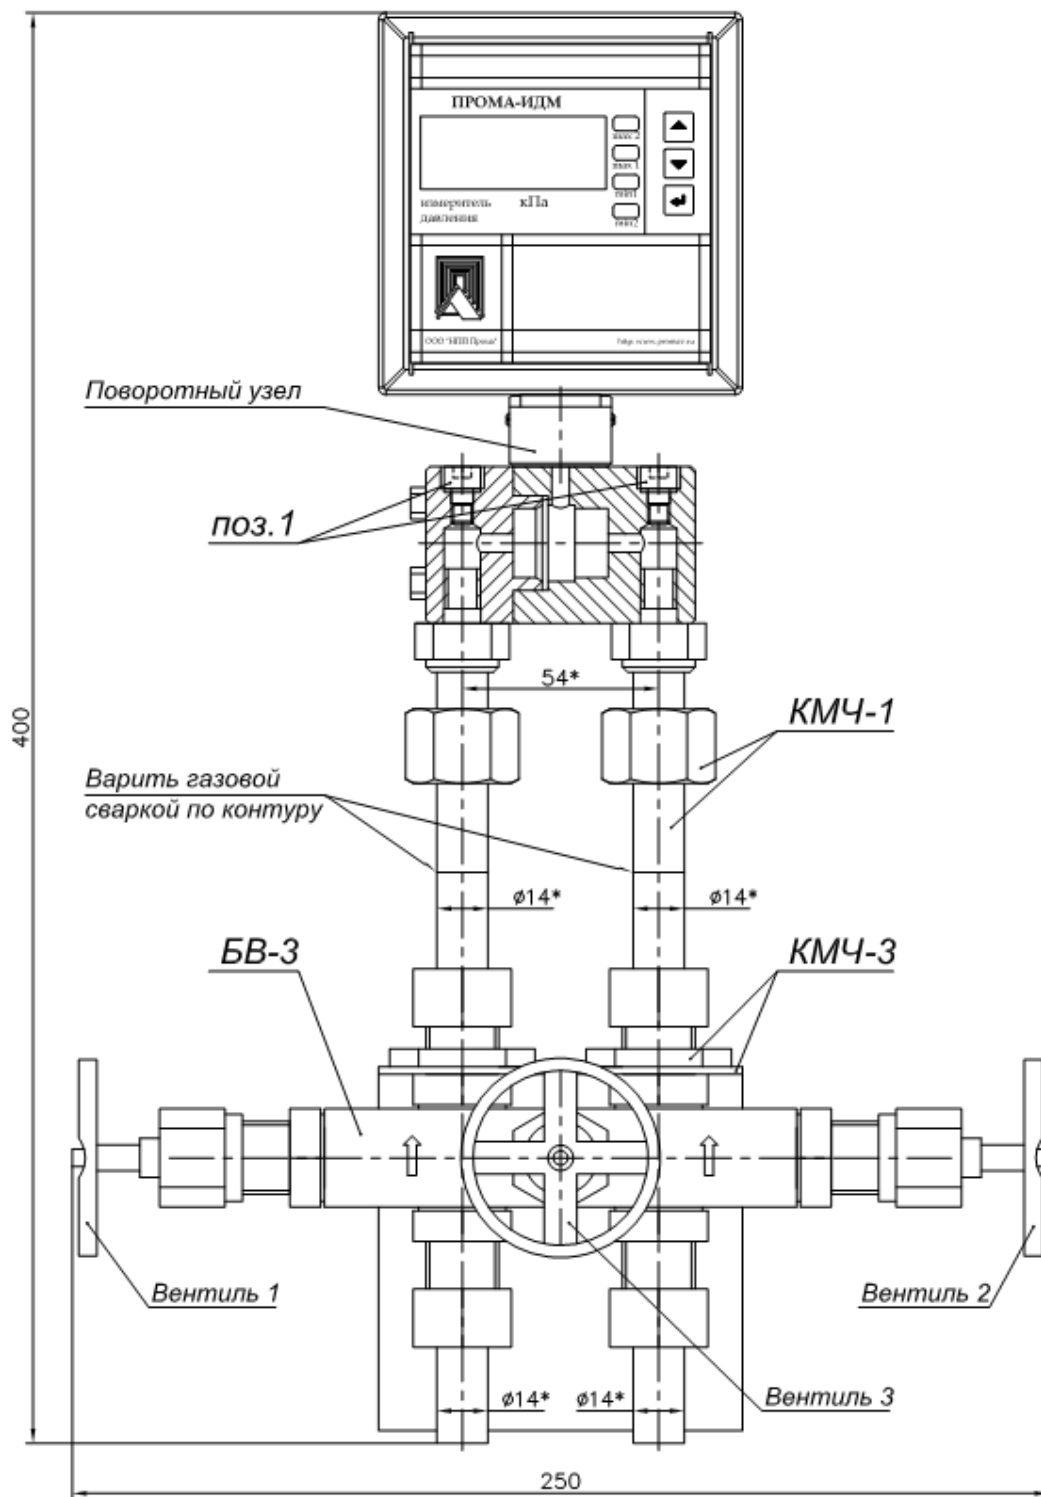

Рис. 3.4. Измеритель Прома-ИДМ-ДД-Р (газ, жидкость) с 3-х вентильным блоком БВ-3. Исполнение для штуцерно-резьбового монтажа-моноблок. Габаритный чертеж.
- Рис. 3.4. Измеритель Прома-ИДМ-ДД-Р (газ, жидкость) с вентильным блоком БВ-3. Исполнение для штуцерно-резьбового монтажа. Габаритный чертеж.